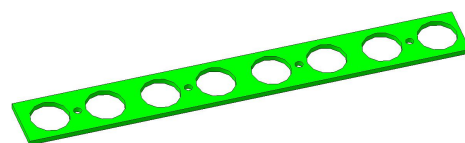

Рис.5 Кондуктор-фиксатор.
5.10. При засорении мундштуков наконечников (5), которое проявляется в уменьшении длины пламени, необходимо прочистить их. Для этого надо разобрать кожух горелки (см. п.5.11), установить на корпуса наконечников кондуктор-фиксатор (см. рис.5) и открутить гайки (3, 4) крепления наконечника. После чего продуть наконечник со стороны огневых сопел. Рекомендуется после продувки провести огневое испытание наконечника отдельно, до установки на горелку. При отсутствии эффекта от продувки - заменить наконечник на новый. При обратной сборке кондуктор следует установить после выравнивания положения нового наконечника, но до затяжки крепления наконечника, а потом снять.